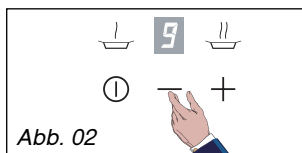

Abb. 02
– ➔ Anwahl Stufe **9** (stark) (Abb. 02).